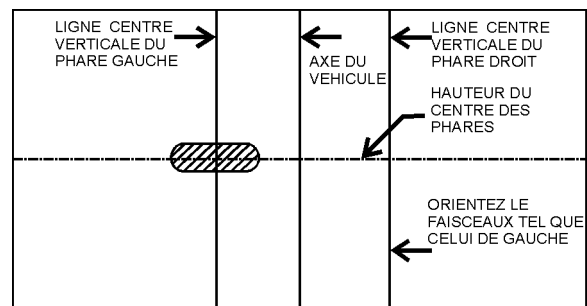

FIGURE 79 : POSITIONNEMENT CORRECT SUR L'ÉCRAN DE LA ZONE LONGUE PORTÉE DES FEUX DE ROUTE
- Les feux de route sont orientés de sorte que le centre de la zone longue portée se trouve à l'horizontale et tout droit à la verticale (Figure 79).